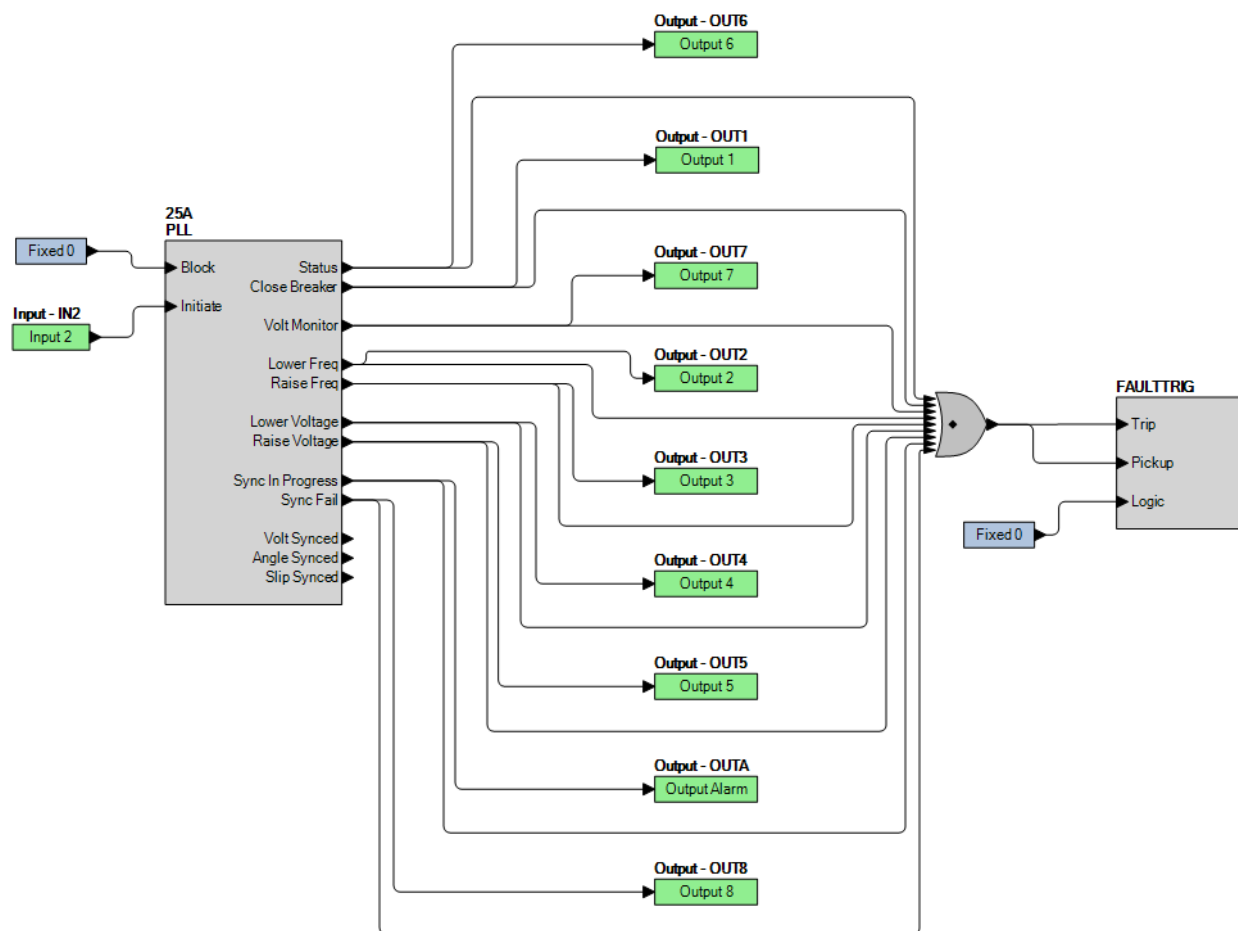

Figure 83-2. Paramètres 2 BESTlogicPlus (25A)
Étape 1 : Utilisez BESTCOMS*Plus* pour transmettre les paramètres du Tableau 83-2 au BE1-11g et configurer la logique définie dans la Figure 83-2.